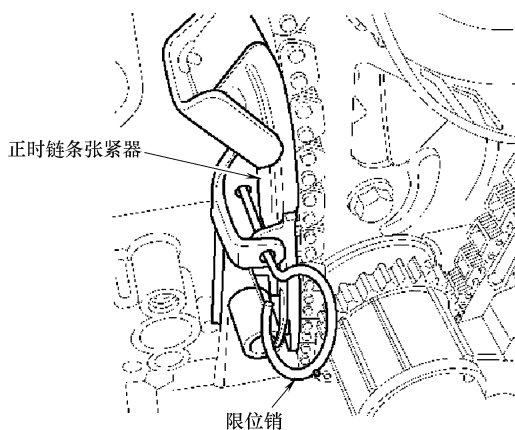

图 19-42 拔出限位销
4) 拔出插入正时链条张紧器的限位销，如图 19-42 所示。